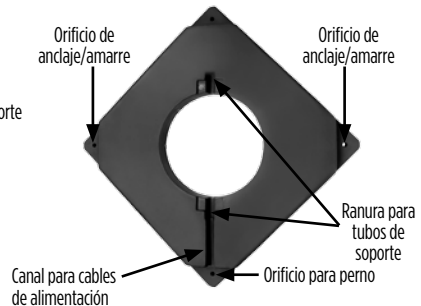

**Figura 1**
- i. Corte dos tiras de 0,6 cm (1/4") de cuerda de polietileno. Si va a anclarlo al fondo del estanque, deje aproximadamente 0,9 m (3 ft) de cuerda por cada 0,3 m (1 ft) de profundidad del agua (Figura 1). Si va a amarrarlo a la orilla, asegúrese de que haya suficiente cuerda desde la ubicación prevista del flotador en la superficie del estanque hasta una ubicación de amarre segura en la orilla.
- ii. Deben usarse al menos dos cuerdas de anclaje/amarre atadas a dos esquinas opuestas del flotador (Figura 3). Pase un extremo de la cuerda por uno de los orificios de anclaje/amarre del flotador y átele de manera segura. Haga lo mismo en la esquina diagonal opuesta. Se necesitan solo dos esquinas opuestas para asegurar a la mayoría de las aplicaciones (Figura 1). Sin embargo, si la aplicación está expuesta a vientos fuertes, anclar/amarrar tres o más esquinas del flotador puede reducir el desplazamiento de la unidad.
- Si va a anclar el flotador al fondo del estanque, coloque un bloque de anclaje en el fondo del estanque, ubique el flotador donde desee y coloque el otro bloque de anclaje en el fondo del estanque, cada uno orientado de manera que las cuerdas formen un ángulo con el flotador como vértice (Figura 1).